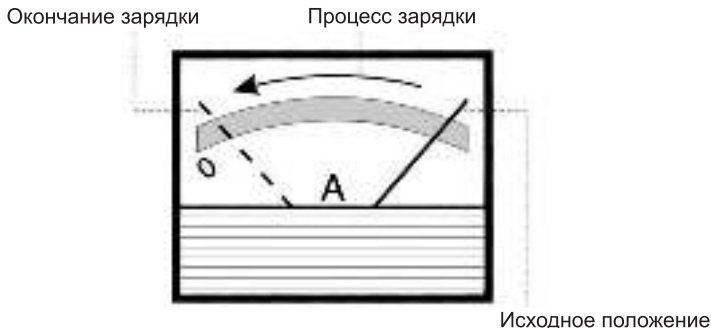

Рис. 4
6) Включите пуско-зарядное устройство, подключив его к сети питания и переключив выключатель в позицию «Вкл». Амперметр показывает ток заряда батареи, при зарядке батареи показания амперметра будут медленно уменьшаться до минимального значения в соответствии с емкостью и состоянием батареи (Рис. 4). После окончания зарядки батареи электролит может «закипеть». Необходимо закончить процесс зарядки при первых признаках «кипения», чтобы не повредить батарею.